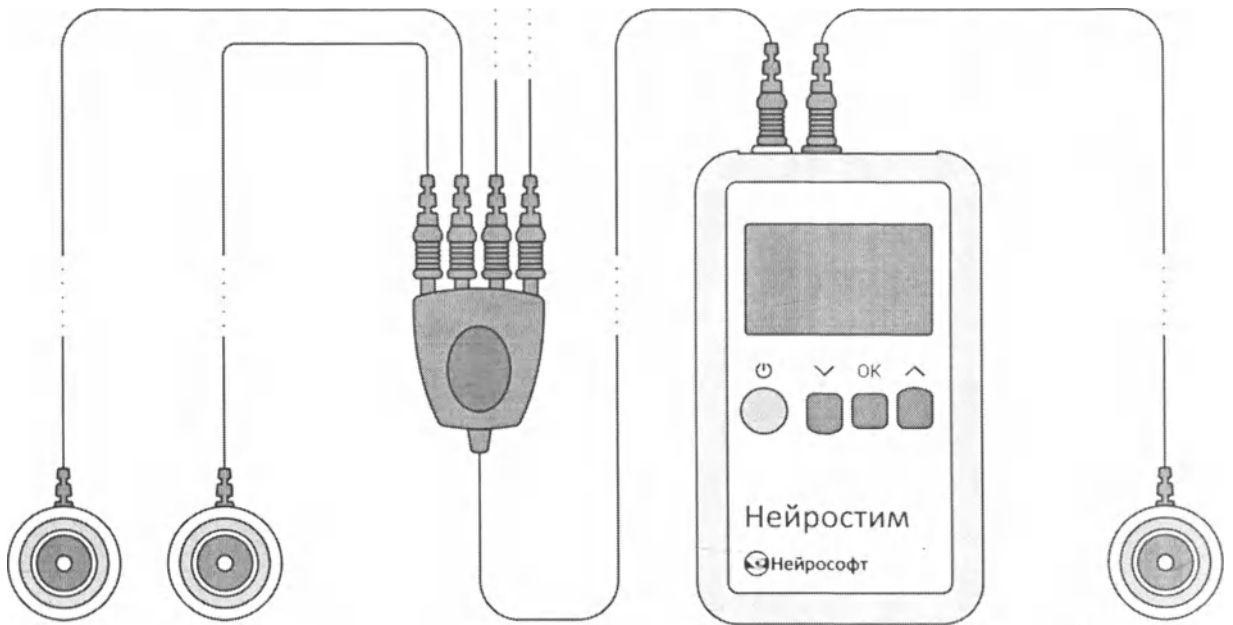

Рис. 13. Подключение электродов через разветвитель.
- Если Вы используете точечные электроды, то необходимо один электрод подключить непосредственно к разъему электростимулятора, а оставшиеся подключить к разветвителю, а потом подключить разветвитель к свободному разъему стимулятора (рис. 13).